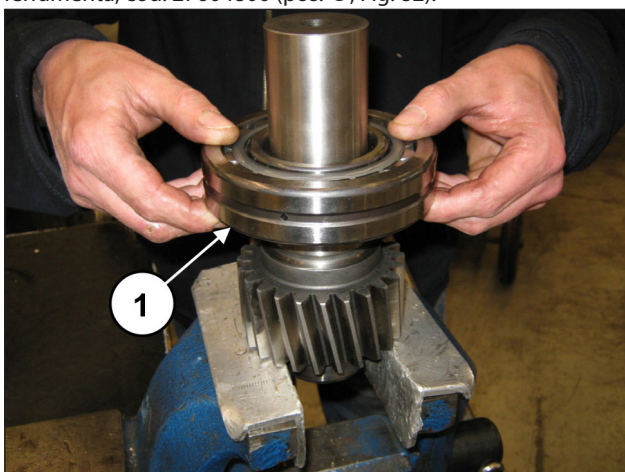
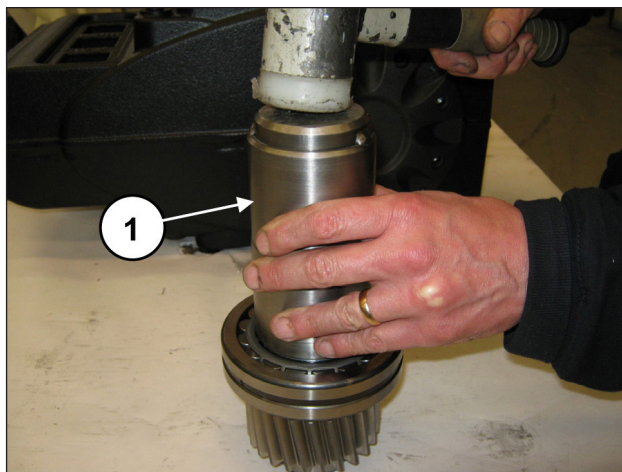

Fig. 81
Fig. 82
Do outro lado do pinhão, pré-monte o rolamento 55x120x29 (pos. ①, Fig. 81) posicionando-o até a parada, usando a ferramenta, cód. 27604800 (pos. ①, Fig. 82).